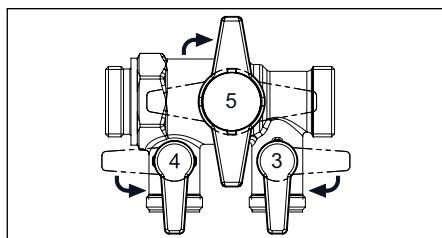

Fig. 6.11 Ensemble de remplissage et de rinçage
- Fermer le robinet à tournant sphérique (5) au milieu de l'ensemble de remplissage et de rinçage (fig. 6.11).
- Ouvrir le robinet de remplissage (3) et le robinet de vidange (4) de l'ensemble de remplissage et de rinçage (fig. 6.11).